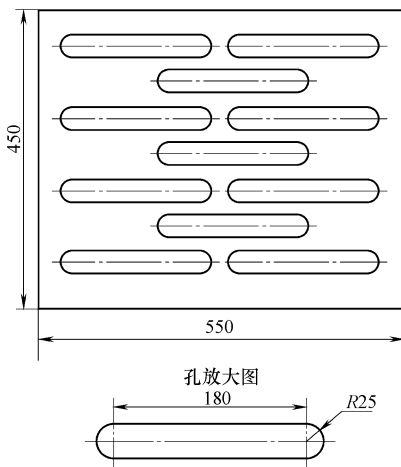

图 3-7
11. 图 3-7 所示为一用厚度为 4mm 铝板冲制的工件，如一次完成冲孔和落料，计算需多大冲裁力（图中只标注了与计算相关的尺寸，铝板的抗剪强度为 100MPa）。